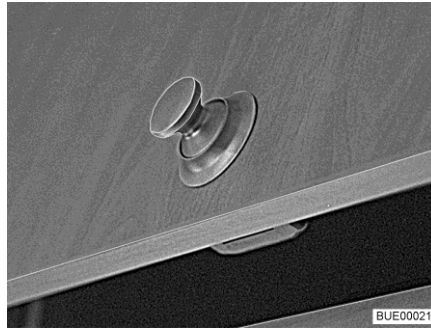
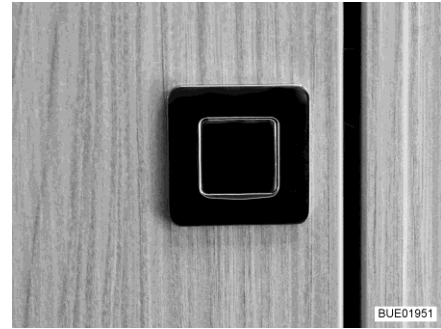

Bild 50 Skåplucka med tryckknapp (rund)
Bild 51 Skåplucka med tryckknapp (fyrkantig)
- Tryck på låsets inre del. Tryckknappen (Bild 50 och Bild 51) skjuts ut.